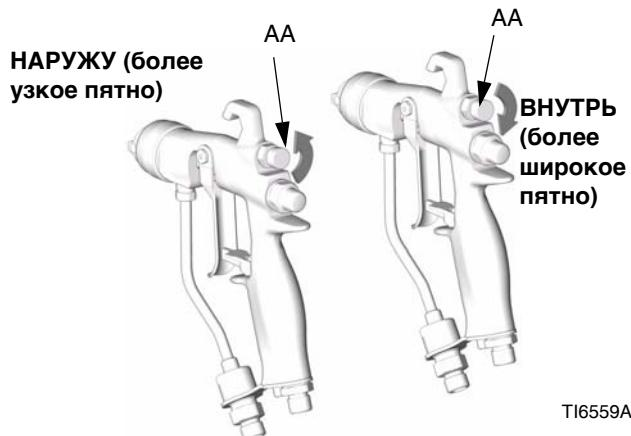

Рис. 5. Кнопка Воздушного Пятна
- Смотрите Рис. 5. Перекройте подачу воздуха, регулирующего факел (AA), поворачивая регулятор по часовой стрелке до конца. Это позволит получить наиболее широкое пятно распыления.
- Смотрите Рис. 5. Для того чтобы сузить факел распыла, поверните регулятор (AA) против часовой стрелки. Если пятно распыления недостаточно узкое, немного увеличьте давление воздуха, подаваемого на пистолет, или используйте другой размер распылителя.